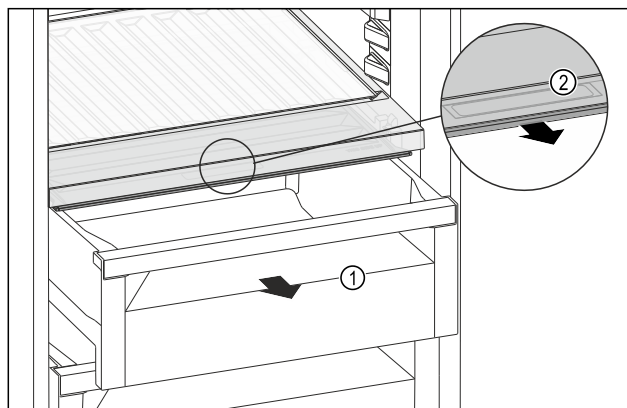

Fig. 176
- ▶ Zásuvku Fig. 176 (1) vytáhněte.
- ▶ Uchopte prohlubeň pro rukojeť Fig. 176 (2) na víko zásuvky a současně zatáhněte za víko zásuvky směrem dopředu.